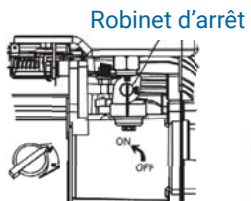
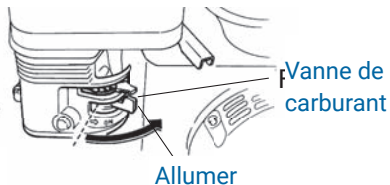

Fig.5-1a
Fig.5-1b
1) Ouvrir le robinet de carburant (pour LGP15-A fig.5-1a ; pour LGP20-A-1/LGP30-A-1 fig.5-1b).